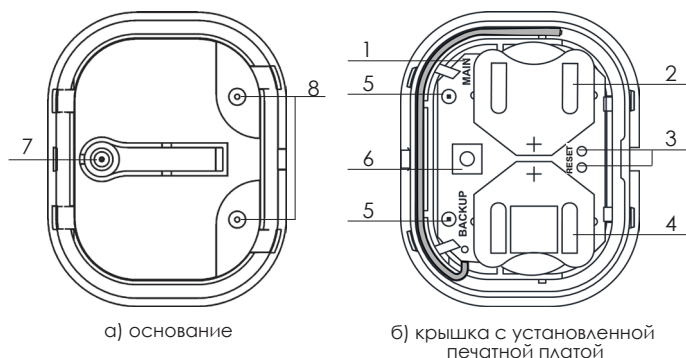

Рисунок 2 – Конструкция «Ri-FD-1»
Датчик состоит из следующих элементов (рисунок 2): основания корпуса с вскрываемым крепёжным отверстием (7) и отверстиями под сенсорные выводы (8), и крышки корпуса с установленной печатной платой (1).